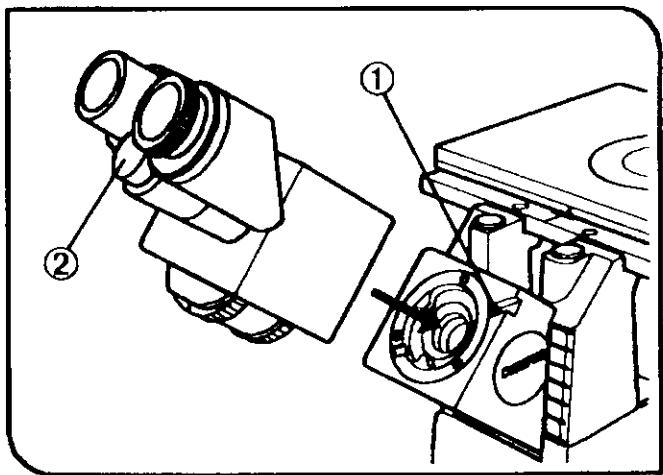

图 97
## (7) 安装观察筒 (图 97 到 100)
(图 97 和 98)
1. 使用六角改锥，拧松观察筒安装座上的观察筒固定螺丝(1)。(图 97)